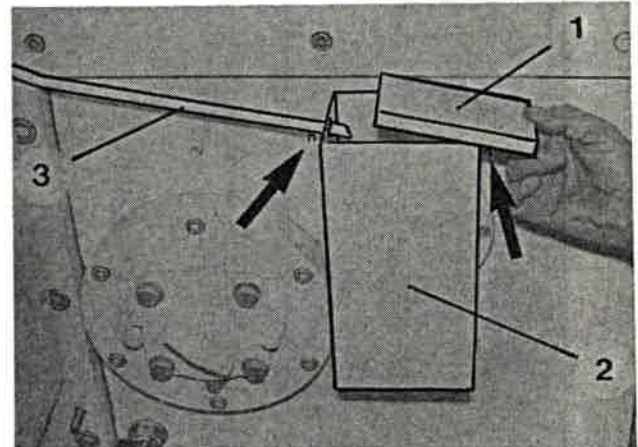

Bild 95
1. Deckel (Bild 95/1) abnehmen und Ölstand im Ölsammelbehälter (Bild 95/2) prüfen.
2. Ist der Ölstand über der Mitte des Behälters, Behälter entleeren; dazu Rohr (Bild 95/3) anheben, Behälter anheben, von den Halteschrauben (Bild 95/Pfeile) abnehmen und entleeren.